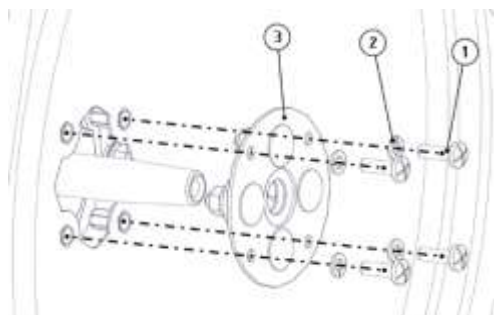

Рис. 24 – Демонтаж сальника
4. Открутить 4 винта М5 (поз.1, рис. 24) вместе с шайбами (поз.2, рис. 24) удерживающих сальник (поз.3, рис. 24), снять сальник движением на себя;